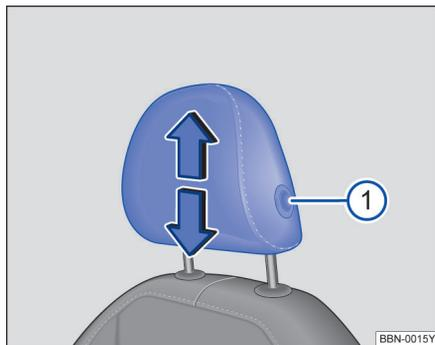

图 69 调整前排头枕
- 按住按钮→图 69①，同时沿箭头方向上推或下压头枕即可将头枕调整至合适高度。